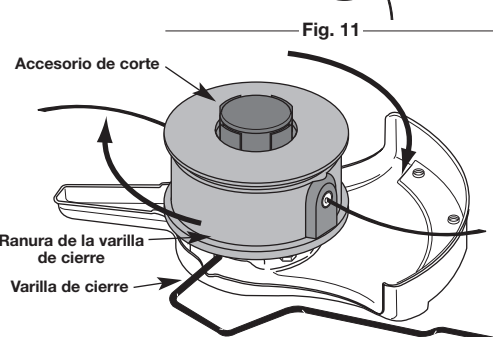

Fig. 12
- Mientras sostiene la varilla de cierre, saque el accesorio de corte girando en sentido horario hacia afuera del eje de salida (Fig. 12). Guarde el accesorio de corte para su uso futuro.